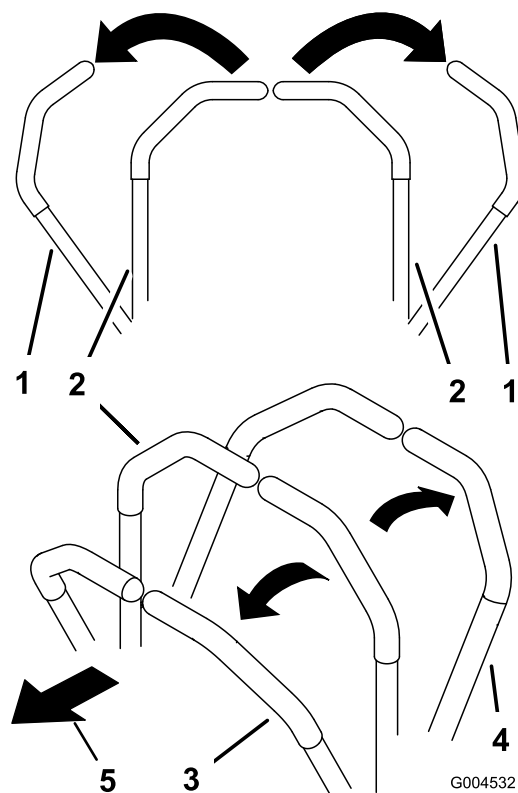

Рисунок 23
- Для перемещения прямо вперед передвиньте медленно вперед рычаги управления движением (Рисунок 23).
- Для перемещения прямо назад передвиньте медленно назад рычаги управления движением (Рисунок 23).
- Чтобы повернуть, сбросьте скорость машины, потянув назад оба рычага, затем нажмите вперед на рычаг, противоположный стороне, в которую требуется повернуть (Рисунок 23).